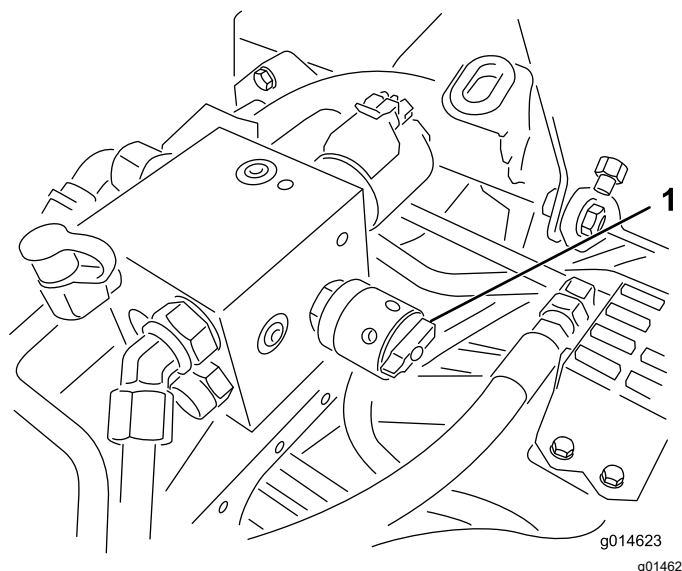

Figura 60
6. Gire el control de velocidad del molinete a la posición 1 (Figura 60).
4. Ajuste la velocidad de los molinetes girando el pomo (Figura 60) hasta que las flechas estén alineadas con el número determinado en el paso 3.